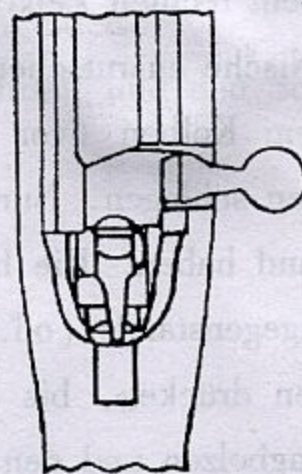

Fig. 2
4.4 Handhabung der Sicherung (Bild 2 und 3): Nachdem Sie das Gewehr verschlossen haben, können Sie die Sicherung durch eine kräftige Schiebung des Sicherungsstücks mit Ihrem Rechtsdaumen (Gegenuhrzeigersinn, etwa 45°) realisieren (Siehe Bild 2). Zu dieser Zeit, der Schlagbolzen und der Verschlussarm sind durch die Sicherung blockiert, d. h. dass sich das Gewehr schon im Sicherungszustand befindet. Wenn Sie den Abzug drücken, können nicht schießen. Der Verschlussarm kann auch nicht drehen. Wenn Sie das Sicherungsstück Richtung in die Ausgangsstellung bringen zurück, wird die Sicherung sofort gelöst sein.